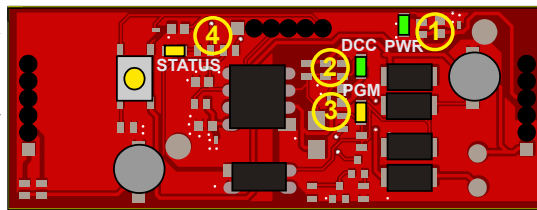

Fig.2
- Il lampeggiamento del LED n. 3 sul modulo DCC100 (fig. 2) indica che questo sta rispondendo alla centralina durante la programmazione.
Il modulo DCC dispone di un LED (n. 4 nella fig. 2) che rimane acceso finché il decoder è impegnato a commutare un accessorio. Per effettuare una regolazione precisa dei tempi si consiglia di azionare l'accessorio, e verificare che la commutazione sia completa (ad esempio, se si tratta di uno scambio, che l'ago sia arrivato a fine corsa quando il motore si ferma e il LED n. 4 si spegne). Per tenere un ragionevole margine di sicurezza si consiglia di verificare che il LED n.4 si spenga 1-2 decimi di secondo dopo l'avvenuta commutazione. Se la commutazione non è completa, aumentare il tempo di commutazione.